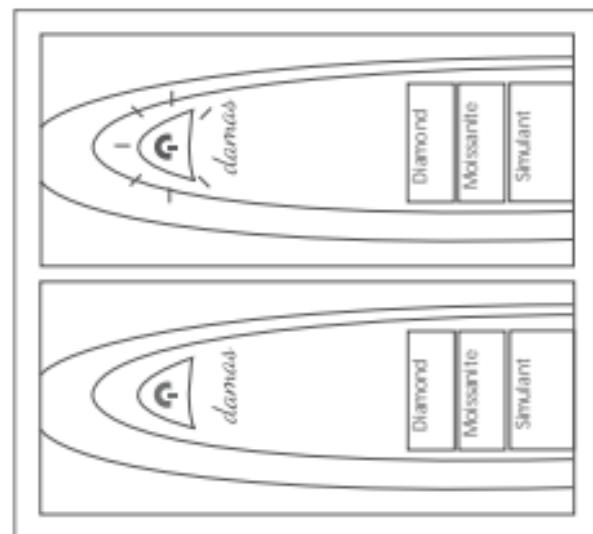

Fig. 3
3. Appuyez sur le bouton Power pour allumer le testeur. Dès que le témoin READY arrête de clignoter, le testeur est prêt à entrer en mode d'étalonnage, tel qu'illustré dans la Fig. 3. Ce processus peut durer jusqu'à 15 secondes. Si le témoin READY continue de clignoter plus de 15 secondes, la pointe de la sonde n'est peut-être pas correctement installée. Répétez alors la procédure des étapes 1 à 2.